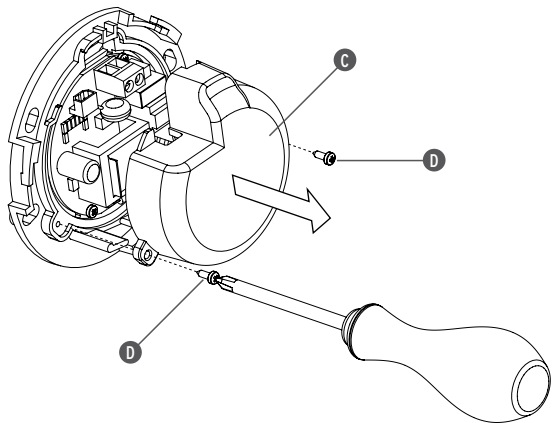

Fig. 2a
<IT> Fig.2a **EUR** Smontare la protezione (C) svitando le viti (D).
<EN> Fig.2a **EUR** Dismantle the protection (C) by unscrewing the screws (D).
<DE> Abb.2a **EUR** Schutz (C) durch Aufschrauben der Schrauben (D) abmontieren.
<FR> Fig.2a **EUR** Démontez la protection (C) en dévissant les vis (D).
<PT> Fig.2a **EUR** Desmontar a protecção (C) desaparafusando os parafusos (D).